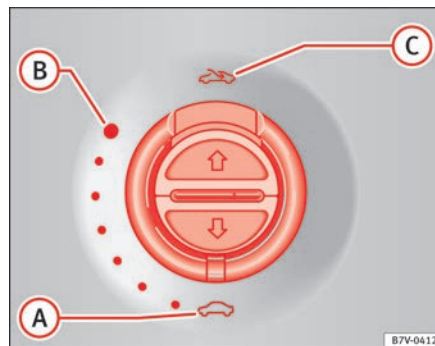

Fig. 58 En el revestimiento interior del techo: gire el conmutador para abrir y cerrar.
⇒ fig. 58
- El conmutador ⇒ fig. 58  debe estar en la posición de “cerrado” .